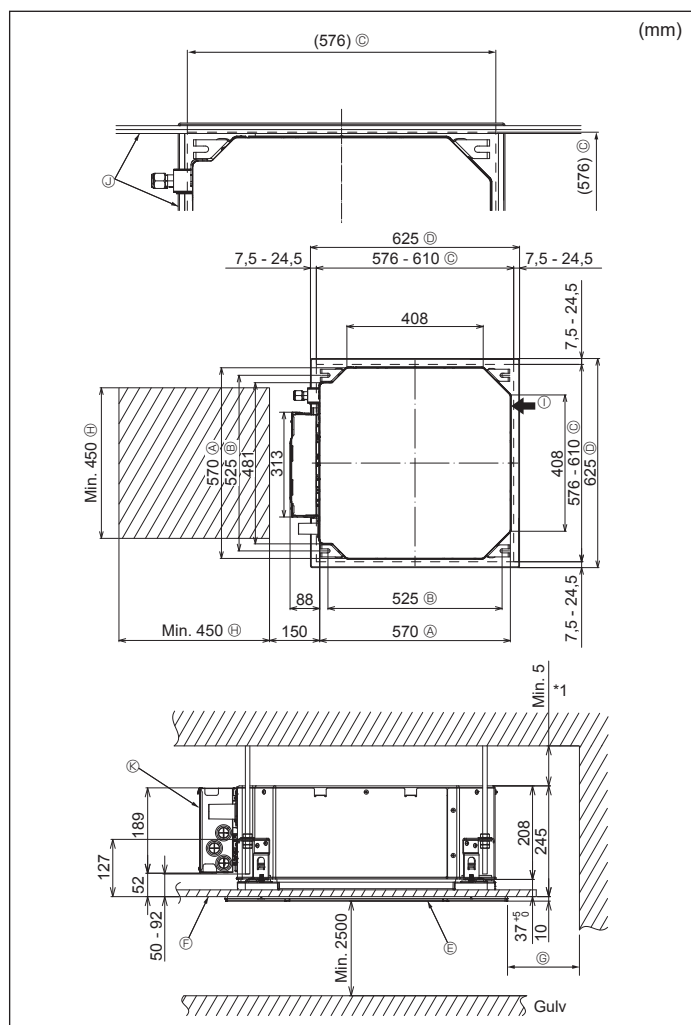

Fig. 4-2
4.2. Takåpninger og installasjonssteder for opphengsbolt (Fig. 4-2)
*B: Opphengsbolt stigning (se Fig. 4-2 for detaljer)